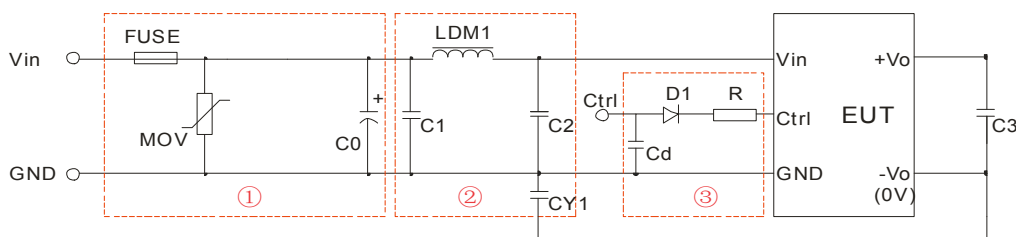

图 3
辐射骚扰	CISPR32/EN55032 CLASS B (推荐电路见图 3-②)
- ①图 3 中第①部分用于 EMS 测试；第②部分用于 EMI 滤波，可依据需求选择；
② $V_C$  为 Ctrl 端相对于输入地 GND 的电压， $V_D$  为 D1 的正向导通压降， $I_C$  为流入 Ctrl 端的电流，一般取 5-10mA，Ctrl 端外围电路如图 3-③；
③若图中元器件无附其参数说明，则此型号外围中不需要这个元器件。